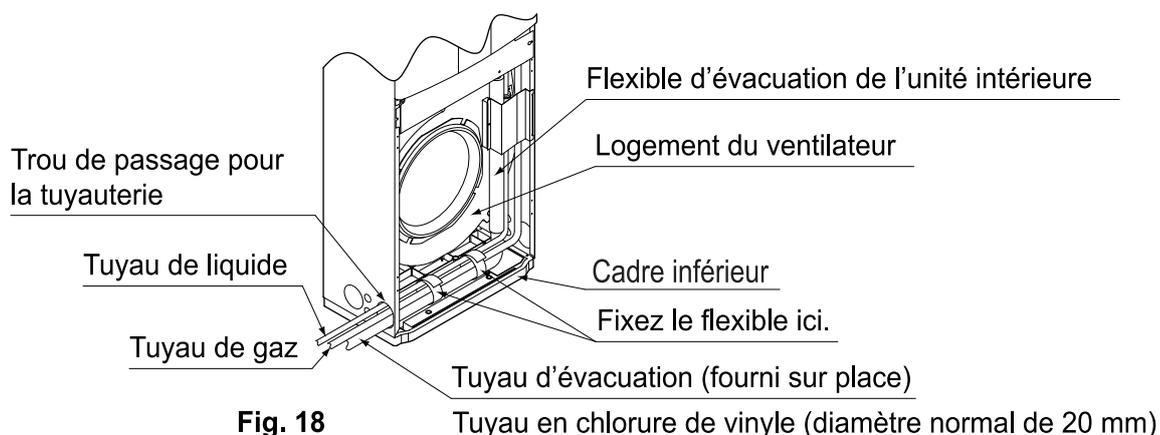

Fig. 18
- Veillez à fixer le tuyau d'évacuation en le regroupant avec le tuyau de fluide frigorigère, comme indiqué sur la fig. 18, de manière à ne pas appliquer de force sur le flexible d'évacuation de l'unité intérieure. Cela permet d'éviter que le tuyau d'évacuation ne se détache et/ou une mauvaise isolation. Le tuyau d'évacuation doit être installé en pente (1/100) par rapport au raccord de l'unité.
(1) Tous les tuyaux se trouvant dans la pièce et dans l'unité.
(2) Au niveau du raccord entre le flexible d'évacuation de l'unité intérieure et la tuyauterie d'évacuation sur place.